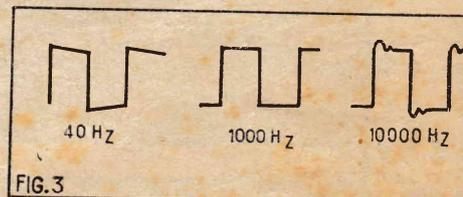

FIG.3
4. Comportement de l'amplificateur en régime transitoire (fig. 3).